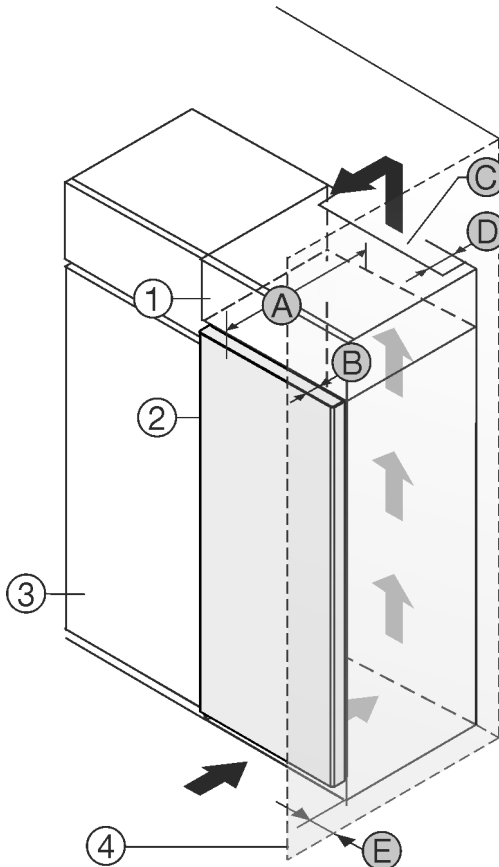

Fig. 1
- (2) Уред *
- (3) Кухненски шкаф *
- (4) Стена *
- (A) Дълбочина на уреда *
- (C) Вентилационно напречно сечение *
- (D) Разстояние до гърба на уреда *
- (E) Разстояние до страната на уреда *
Можете да поставите уреда непосредствено до кухненския шкаф Fig. 1 (3).*
От задната страна на шкафа-пристройка трябва да има вентилационен отвор с дълбочина Fig. 1 (D) по цялата ширина на шкафа-пристройка.*
Под тавана на помещението трябва да е спазено сечението за вентилация Fig. 1 (C).*
Когато уредът се поставя с пантите до стена Fig. 1 (4), разстоянието между уреда и стената трябва да е поне 13 mm.*
Когато уредът се поставя с пантите до стена Fig. 1 (4), разстоянието между уреда и стената трябва да е поне 20 mm.*
За да можете да отваряте вратата изцяло, уредът трябва да е издаден с дълбочината на вратата Fig. 1 (B) спрямо челото на кухненския шкаф. В зависимост от дълбочината на кухненските шкафове Fig. 1 (3) и използването на детайли за отстояние от стената, уредът може да излезе още по-напред.*